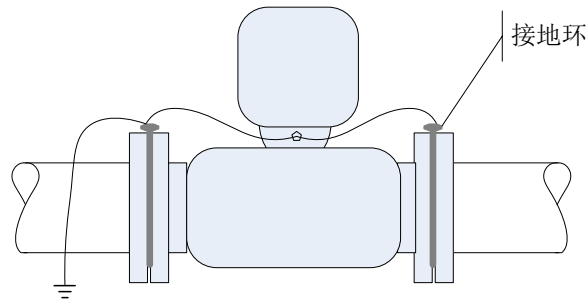

图2 绝缘管道接地
- c) 仪表安装于塑料管道或内壁绝缘的管道时，传感器的两端面应安装接地环，实现测量管内被测介质接地，保证正确测量，如图 2 所示。